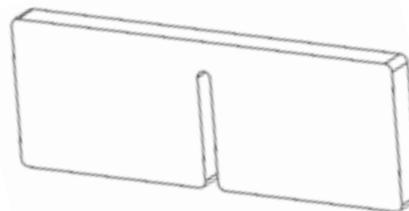

Fig. 21
1. Trovare i (2) distanziatori in schiuma, facendo riferimento alla fig. 21 per vedere che aspetto hanno.